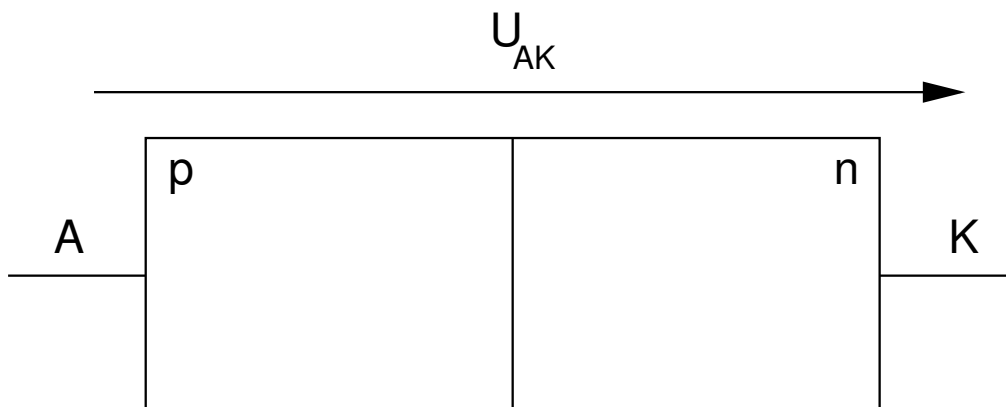

Abb. 2.1: pn-Diode
- Tragen Sie in die p- und n-Gebiete der Diode in Abbildung 2.1 die Art der Dotierung N_A bzw. N_D ein!
- Zeichnen Sie – qualitativ richtig – die Ausdehnung der Raumladungszonen und die Richtung der Diffusionsspannung U_D in Abbildung 2.1 ein!